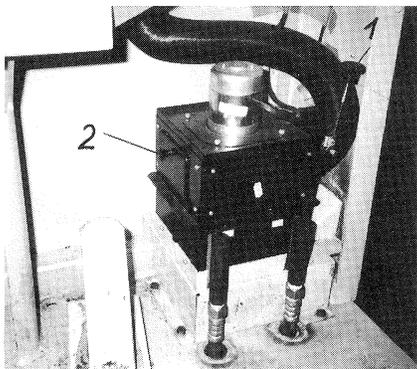

FIG. 20
- 2 - Retirer le bouton fig. 20/1 vers le haut en position d'hiver.
- 3 - Pour chauffer aussi le niveau des pieds, ouvrir le volet fig.20/2 en le tournant vers la gauche.